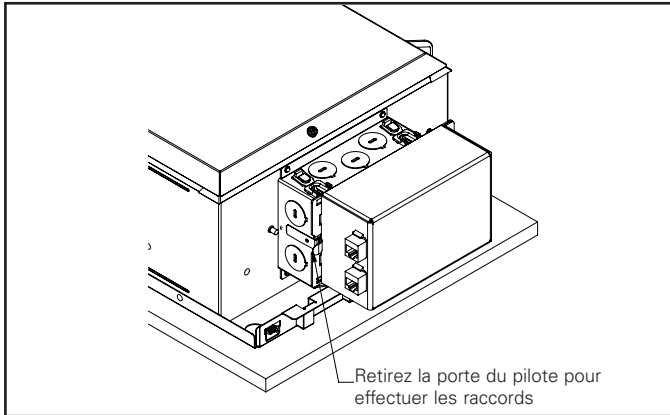

Figure 11.
1. Retirez le couvercle extérieur de la boîte de jonction (pilote fixé au couvercle) (Figure 11).